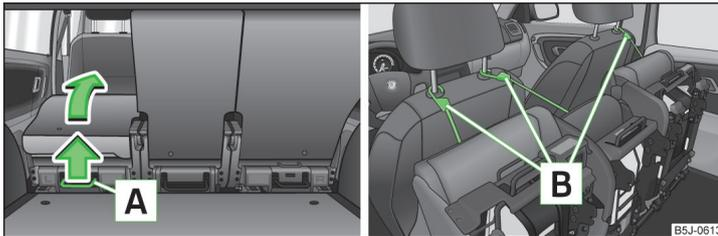

Fig. 58 Abatir el asiento hacia delante por completo / bloquear los asientos abatidos hacia delante
► Tirar de la palanca **A** » fig. 58 hacia arriba y abatir el asiento completamente hacia delante.
- Tirar de la palanca **A** » fig. 58 hacia arriba y abatir el asiento completamente hacia delante.
- Bloquear el asiento abatido por medio del cinturón de fijación **B** en una barra guía del reposacabezas del asiento delantero » fig. 58.